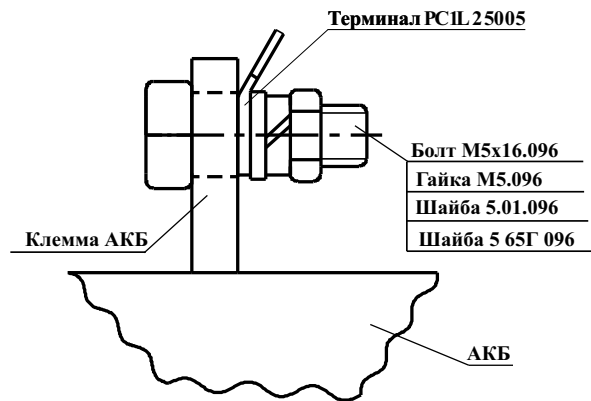

Рисунок 2
Подключение источника к АКБ 17 А·ч производится через терминал (см.рисунок 2), входящий в комплект поставки источника.
8.2 При отсутствии АКБ измерение напряжения на выводах для подключения АКБ (см.рисунок 2) является не корректным, его величина не регламентируется. Напряжение ниже 10 В не является неисправностью.